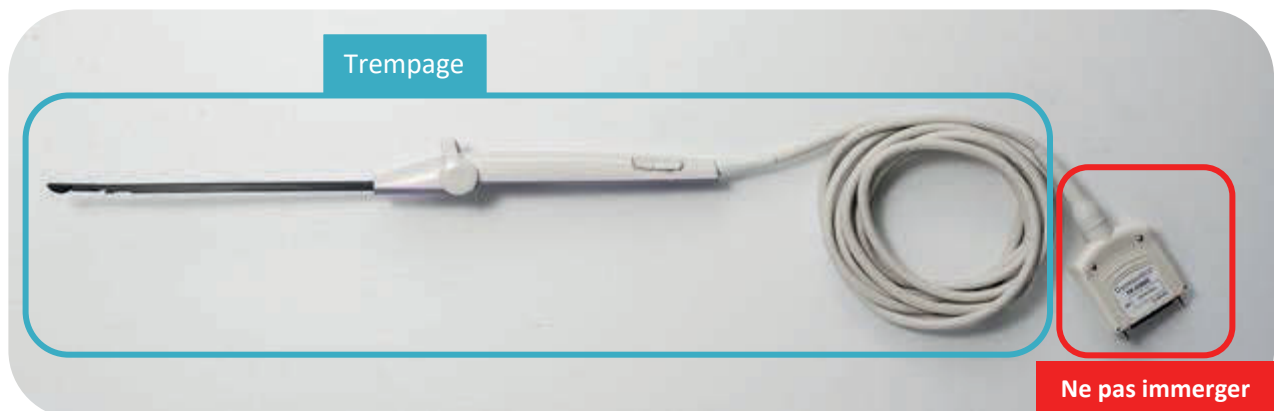

Figure 4-1 Zones de la sonde IUUS à tremper.
<p>LIMITE DE TREMPAGE</p> <p>S'assurer de tremper la sonde IUUS et le câble jusqu'à la zone du connecteur, comme indiqué par la délimitation rouge sur la Figure 4-1. Le connecteur ne doit pas être mouillé.</p>
1. NE PAS tremper le connecteur de la sonde IUUS (voir la Figure 4-1).